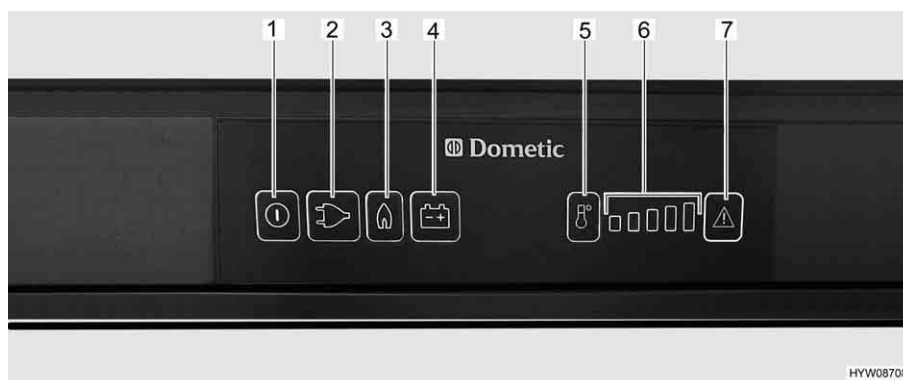

Fig. 197 Boutons de commande pour le réfrigérateur (Dometic Série 8 avec SMSE)
- Appuyer sur la touche Marche/Arrêt (Fig. 197,1) pendant env. 2 secondes. Le réfrigérateur s'allume. La touche du dernier mode de fonctionnement sélectionné s'allume.
- Appuyer si nécessaire sur la touche du mode de fonctionnement "Gaz" (Fig. 197,3). La touche s'allume. L'arrivée de gaz est ouverte. L'allumage s'effectue de manière automatique. Un tic-tac est distinctement perceptible jusqu'à ce que la procédure d'allumage soit effectuée avec succès.
- Régler la température de réfrigération avec la touche de sélection du degré de température (Fig. 197,5).
- Appuyer si nécessaire sur la touche "230 V" (Fig. 197,2). La touche s'allume.
- Appuyer si nécessaire sur la touche de mode de fonctionnement "12 V" (Fig. 197,4). La touche s'allume.